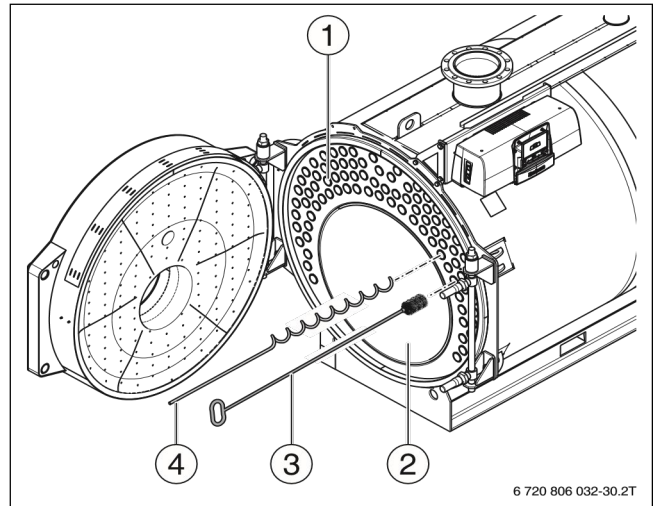

Рисунок 23 Чистка поверхностей нагрева
- Удалите остатки продуктов горения из топочной камеры (→ Рисунок 23, стр. 32), газоотводящих каналов, а также из сборного коллектора дымовых газов и отвода конденсата.